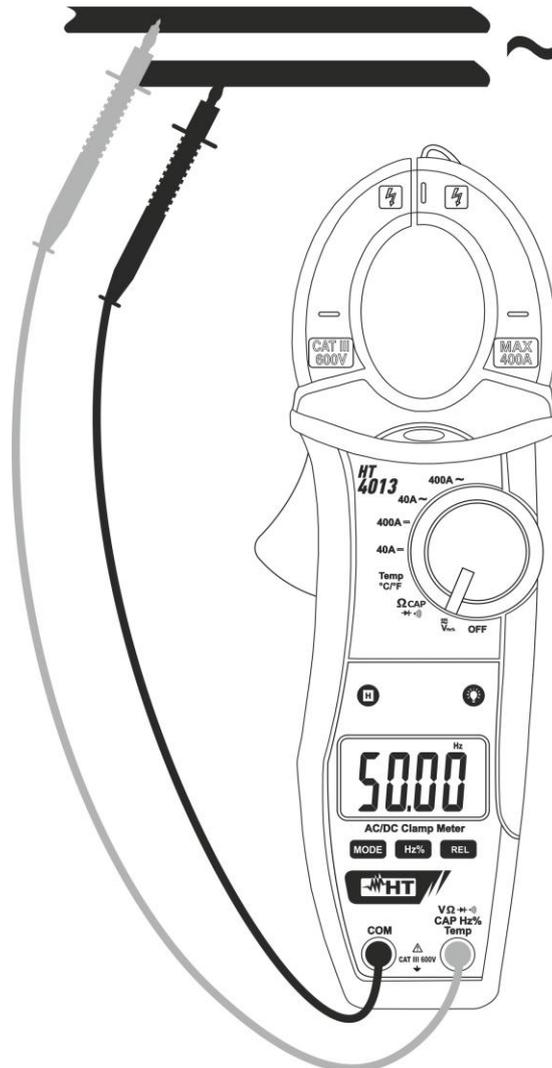

Fig. 5: Utilização da pinça na medição de Frequências e Ciclo de Trabalho (Duty Cycle)
4. Colocar as ponteiras nos pontos pretendidos do circuito em exame (ver Fig. 5). O valor da frequência (Hz) ou do ciclo de trabalho (%) é mostrado no display.